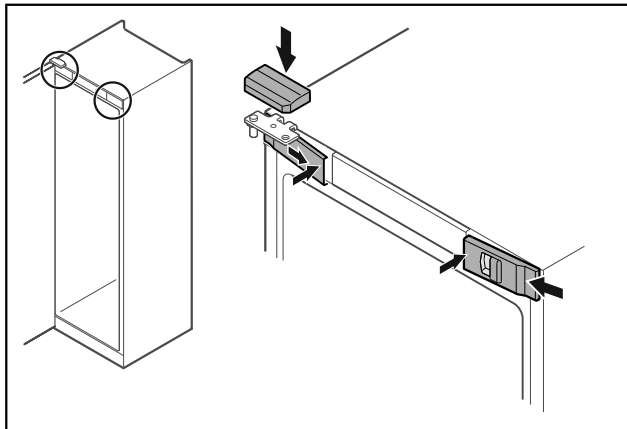

Fig. 48
- Akassza be oldalt az elülső burkolatokat Fig. 48 (1), és belül pattintsa be.
- Felülről pattintsa be a felső burkolatot Fig. 48 (2).